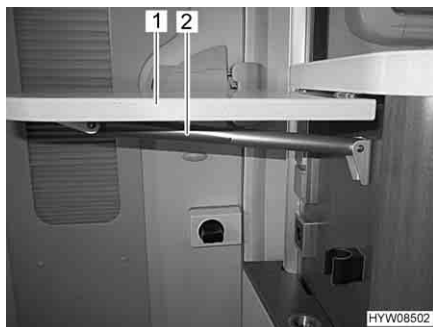

Fig. 40 Tavolo ribaltabile su bancone
- Afferrare in basso il tavolo ribaltabile su bancone (Fig. 40,1) e tirandolo leggermente estrarlo dall'incastro.
- Ruotare verso l'alto il tavolo ribaltabile finché non ingrana nel dispositivo di fissaggio del supporto telescopico (Fig. 40,2). Rilasciare il tavolo ribaltabile.